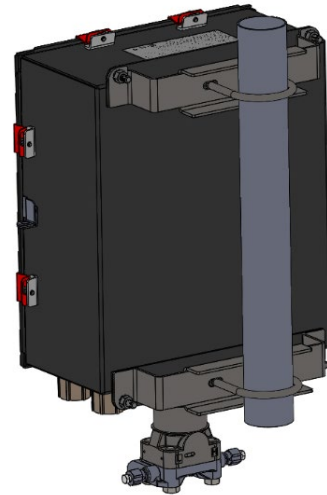

Abbildung 7. FB2100 (Aluminiumgehäuse) am Rohr montiert
2. Der FB2100 wird an einer Leitung oder einem Pfosten mit einem Durchmesser von 2 Zoll angebracht. Siehe *Abbildung 7*.